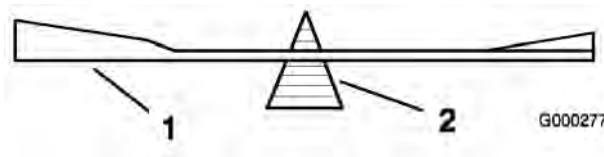
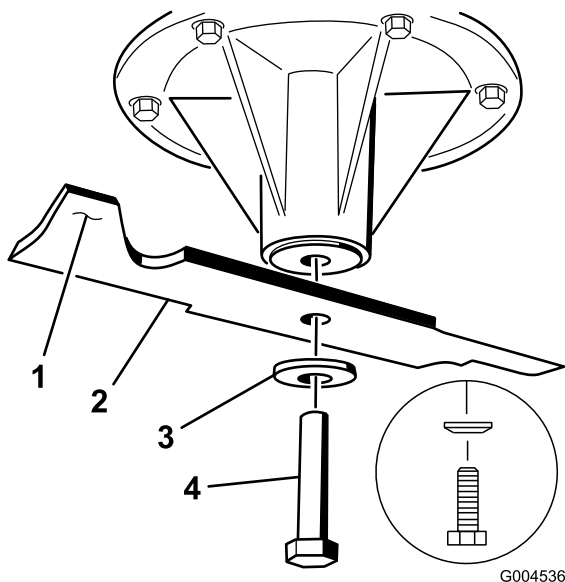

Figure 59
Figure 60
2. Retirez le boulon, la rondelle élastique et la lame de l'axe (Figure 60).
2. Vérifiez l'équilibre de la lame en la plaçant sur un équilibre (Figure 59). Si la lame reste horizontale, elle est équilibrée et peut être utilisée. Si la lame est déséquilibrée, limez un peu l'extrémité de la partie incurvée seulement (Figure 60). Répétez la procédure jusqu'à ce que la lame soit équilibrée.
1. Placez la lame sur l'axe (Figure 60).
dirigé vers la tête du boulon (Figure 60). Serrez le boulon à 115–150 Nm.